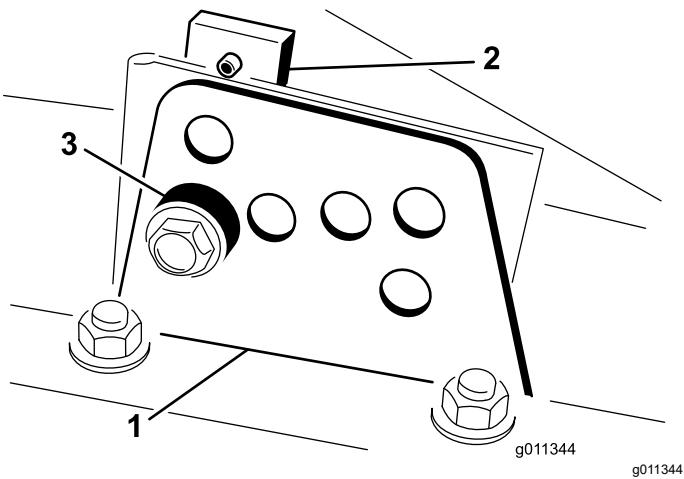

Рисунок 21
2. Ослабьте болт крепления каждого кронштейна высоты скашивания к пластине регулировки высоты скашивания (с передней и боковых сторон), как показано на Рисунок 21.
4. Удерживая камеру, снимите проставку (Рисунок 21).